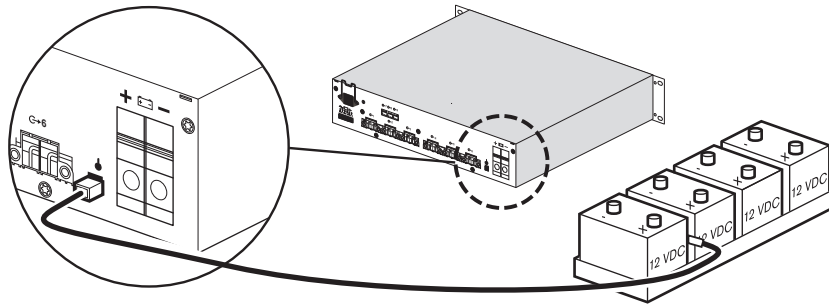

Figure 6.6 Raccordement du capteur de température
2. Fixez le corps du capteur près de la batterie en veillant à un bon couplage thermique pour obtenir la bonne information sur la température. Raccordez par exemple le capteur au plateau de batterie ou placez-le entre les batteries. Voir *Figure 6.6*.